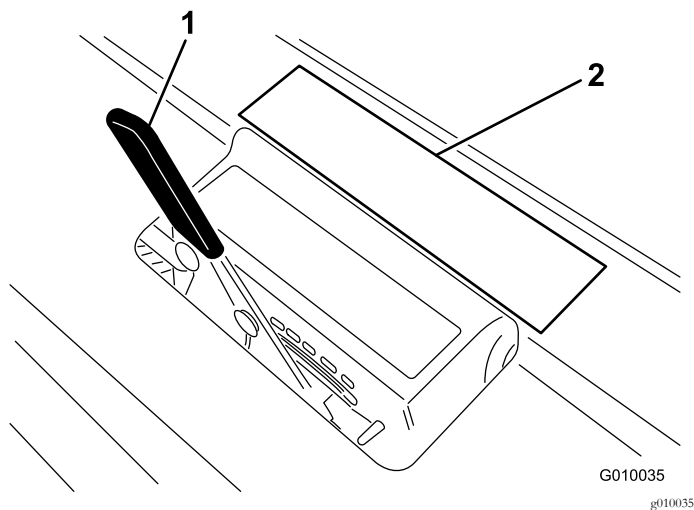

図 27
- ティンの打ち込み深さチャート **図 27** の、希望する打ち込み深さの位置に、ティンの端を合わせてみる。